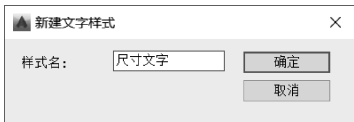

图 7-38 “图样文字”样式名创建示例
2) 单击“新建”按钮，弹出“新建文字样式”对话框，在“样式名”文本框中输入“尺寸文字”，如图 7-38 所示，单击“确定”按钮，返回“文字样式”对话框。